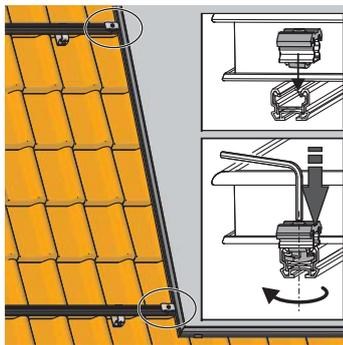

Fig. 3-23 Inserire la piastrina di bloccaggio doppia
1. Inserire le piastrine di bloccaggio doppie nella guida profilata di montaggio superiore e inferiore, premere verso il basso con la chiave a esagono cavo applicata alla vite e ruotarla di ca. 45° in senso orario (in modo che il profilato inferiore arrivi nella posizione di bloccaggio) (fig. 3-23).